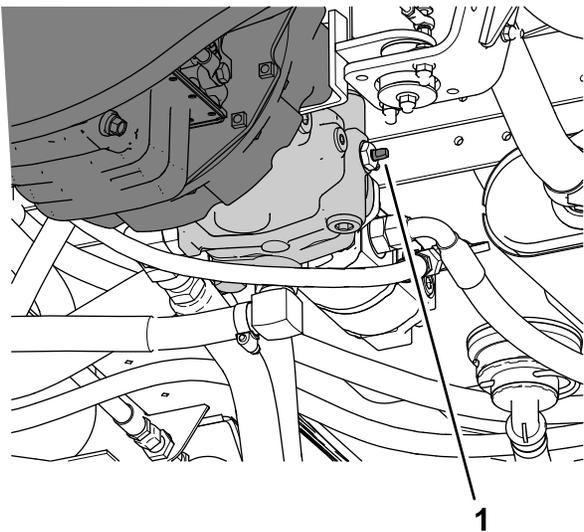

Figura 55
3. Rode a válvula de reboque (Figura 55) 90° em qualquer um dos sentidos para abri-la.